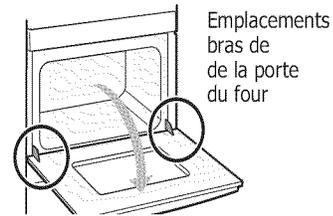

Figure 21 : Emplacement des charnières de la porte
1. Ouvrez complètement la porte du four de façon à ce qu'elle soit parallèle au sol (Voir Figure 21).
3. Ouvrez complètement la porte du four, de manière à ce qu'elle soit parallèle au sol (Voir- Figure 21).